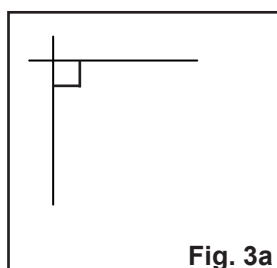
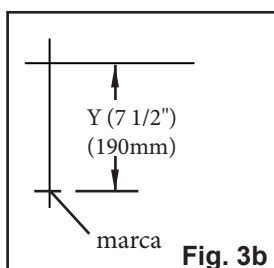
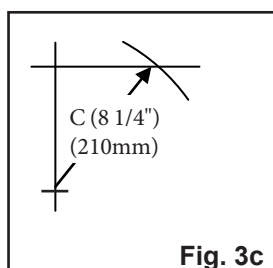
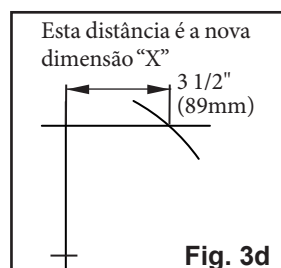

Fig. 3a
Fig. 3b
Fig. 3c
Fig. 3d
3. **Determine a dimensão final.** Em uma superfície vertical plana, usando um nível, desenhe uma linha horizontal, criando um triângulo retângulo (Fig 3a). Meça para baixo, a partir da intersecção, a dimensão “Y” determinada e marque (Fig 3b). Com a fita métrica começando na marca “Y” modificada, mova a fita através da linha “X” e marque na dimensão “C” onde cruza a linha “X” (Fig 3c). Meça a partir da intersecção até a intersecção “C” e esta será sua nova dimensão “X” (Fig. 3d).